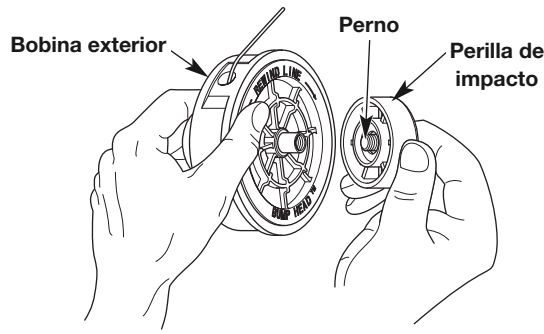

Fig. 13
1. Sostenga la bobina exterior con una mano y desenrosque la perilla de impacto en sentido contrario a las agujas del reloj (Fig. 13).